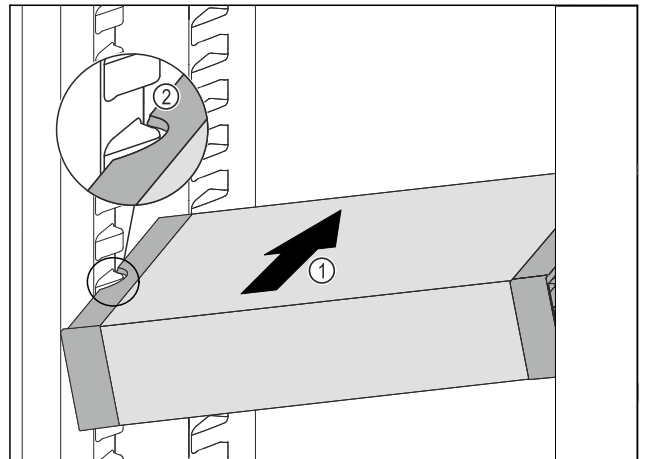

Fig. 63
► Inserte el VarioSafe en el compartimento frigorífico en ángulo Fig. 63 (1), hasta que las cavidades laterales Fig. 63 (2) del VarioSafe estén al mismo nivel que la ranura del recipiente en el compartimento frigorífico.